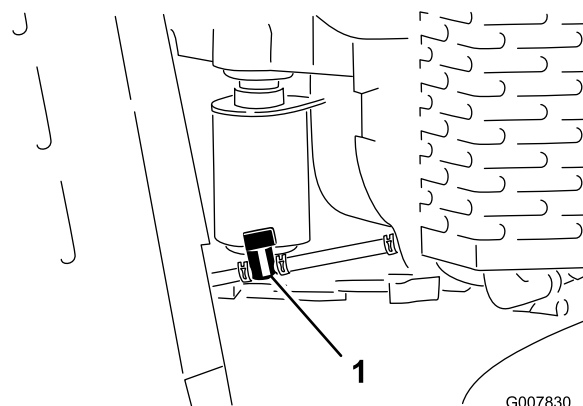

Figura 41
4. Ruotate la valvola di intercettazione del carburante in posizione chiusa (Figura 41).
5. Premete le estremità della fascetta stringitubo sul lato del motore della valvola di intercettazione e allontanatele dalla valvola facendole scorrere sul tubo di alimentazione (Figura 41).
6. Togliete i tubi del carburante dalla valvola (Figura 41). Aprite la valvola d'intercettazione del carburante e lasciate fuoriuscire la benzina in una tanica o bacinella di spurgo.
7. Ruotate la valvola di intercettazione del carburante in posizione aperta (Figura 41).
3. Ruotate la valvola di intercettazione del carburante in posizione chiusa (Figura 41).